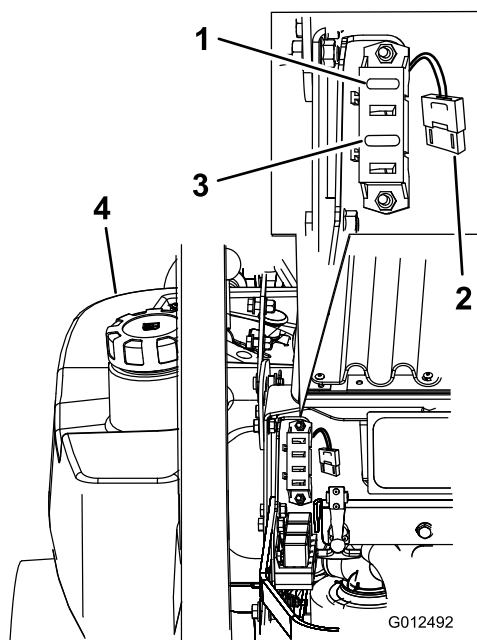

Figure 55
1. Déverrouillez et soulevez le capot pour accéder au porte-fusibles (Figure 55).
3. Remplacez le fusible (Figure 55).